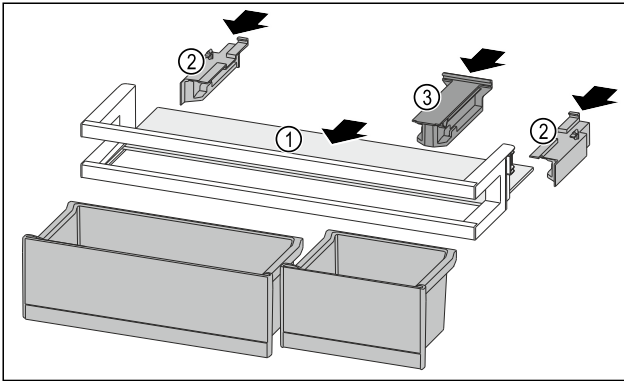

Fig. 135
- Raf alanını Fig. 135 (1) yandaki girintinin içine itin.
- Kenar parçalarını Fig. 135 (2) yerleştirin.
- Tutma parçasını Fig. 135 (3) yerleştirin.